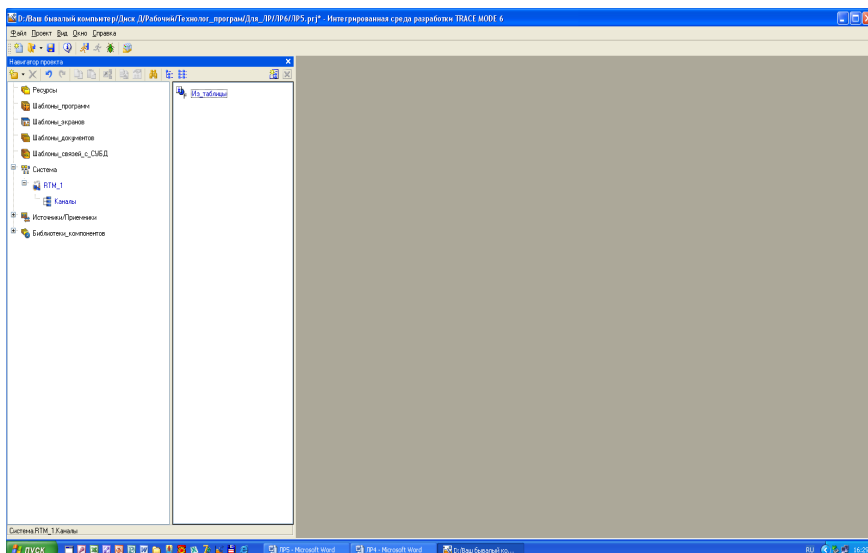

Рис. 6
4.2.4. Перейменувати канал на **Из_таблицы** (рис. 6).